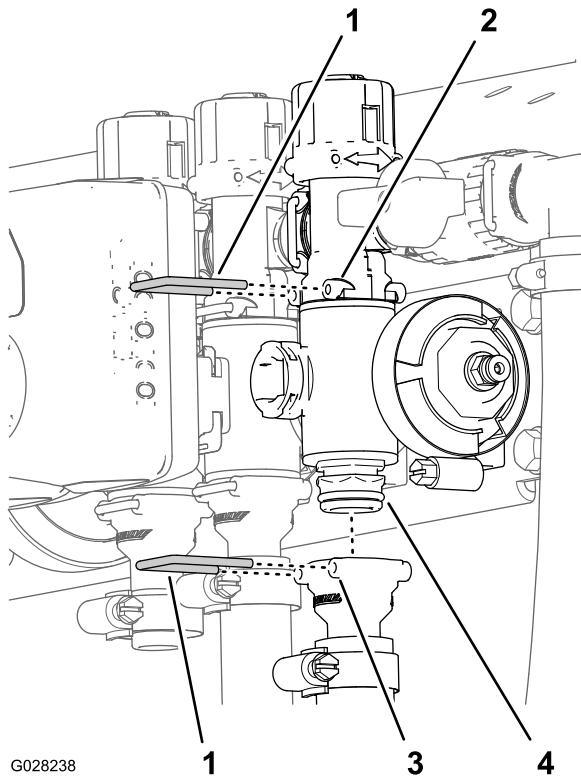

図 81
2. 個別ブームバルブのマニホールドをバイパスフィッティングに固定しているリテーナを外す図 81。